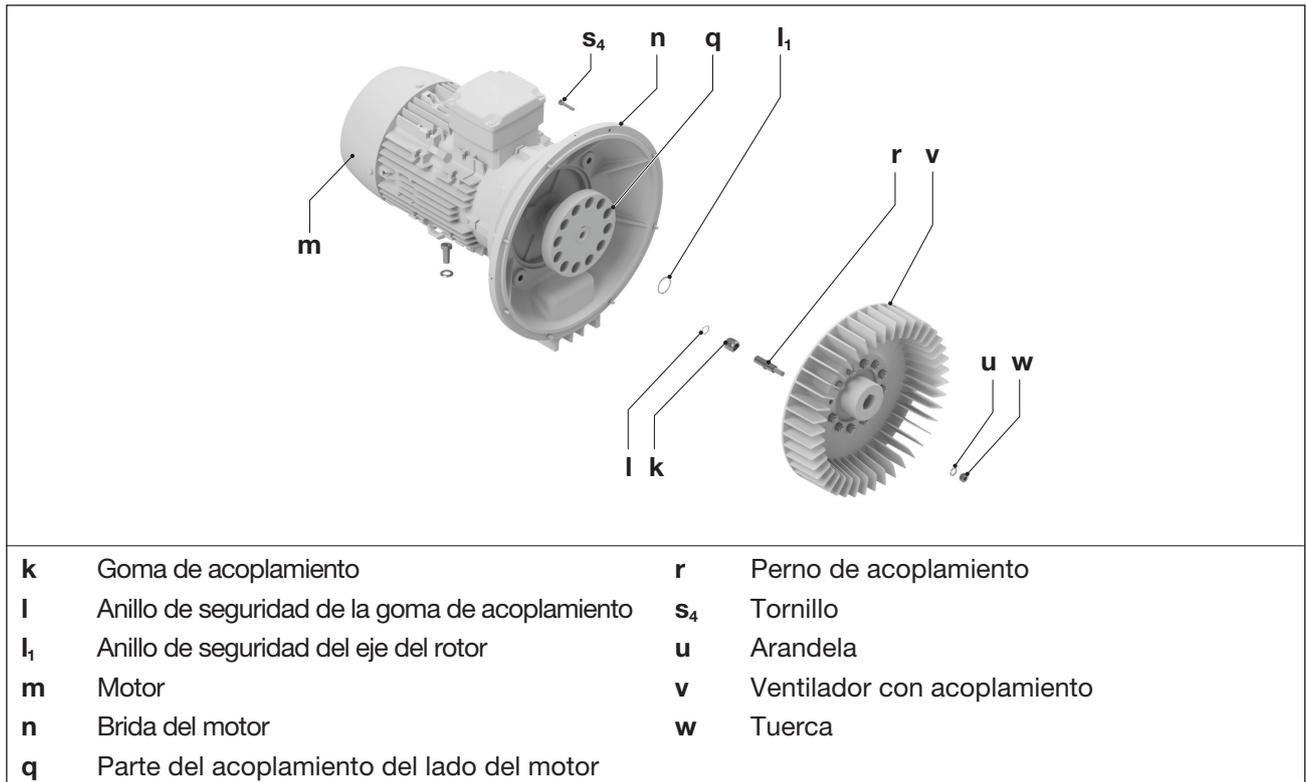

Fig. 11 Acoplamiento
Las gomas del acoplamiento (Fig. 11/k) están sujetas a desgaste y deben comprobarse periódicamente (al menos 1 vez al año). Si las gomas del acoplamiento están desgastadas, se producirá un ruido de golpeteo durante el arranque de la bomba.
- c) Afloje los tornillos (Fig. 11/s₄) en la brida del motor (Fig. 11/n).
- d) Extraiga axialmente el motor con su parte del acoplamiento (Fig. 11/q) de la brida del motor (Fig. 11/n) y suspéndalo mediante el equipo de elevación.
- e) Compruebe si las gomas del acoplamiento (Fig. 11/k) están dañadas o desgastadas. Sustituya las gomas de acoplamiento dañadas.
Para ello, retire primero los anillos de retención (Fig. 11/l₁) y, a continuación, las gomas de acoplamiento (Fig. 11/k) de los pernos de acoplamiento (Fig. 11/r). No retire el anillo distanciador (Fig. 11/p).
Para ello, retire el anillo de seguridad (Fig. 11/l₁). Extraiga el ventilador con acoplamiento (Fig. 11/v) del eje del rotor. Afloje las tuercas (Fig. 11/w) con las arandelas (Fig. 11/u). Vuelva a colocar los pernos de acoplamiento y fíjelos de nuevo al ventilador con las tuercas y arandelas.
- g) Vuelva a colocar el ventilador con el acoplamiento (Fig. 11/v) en el eje del rotor y fíjelo con el anillo de seguridad (Fig. 11/l₁).
- h) Introduzca las nuevas gomas de acoplamiento (Fig. 11/k) en los pernos de acoplamiento (Fig. 11/r). A continuación, fije los anillos de retención (Fig. 11/l₁).
- i) Vuelva a colocar el motor con su parte del acoplamiento de forma axial y fíjelo con los tornillos (Fig. 11/s₄) a la brida del motor (Fig. 11/n). Par de apriete: 25 Nm